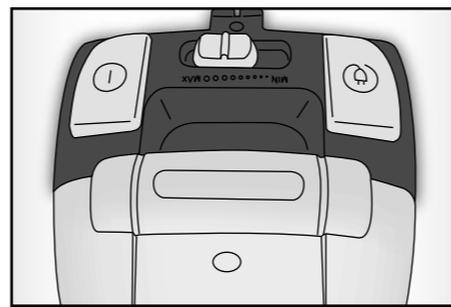

Fig. 4
Prima di utilizzare questo apparecchio innanzitutto srotolare in tutta la sua lunghezza il cavo elettrico e inserire la spina. Per accendere l'apparecchio premere l'interruttore On/Off sull'aspirapolvere (FIG. 4).
E' possibile regolare la forza d'aspirazione come desiderato utilizzando la levetta scorrevole (FIG. 4). Raccomandiamo di utilizzare una forza minima per i materiali delicati. Selezionare, quindi, una forza media per materassi, mobili rivestiti in tappezzeria e tappeti. Selezionare una forza massima per pavimenti in mattonelle, legno o altro materiale robusto.
- Per questo premere l'interruttore On/Off (FIG. 4).